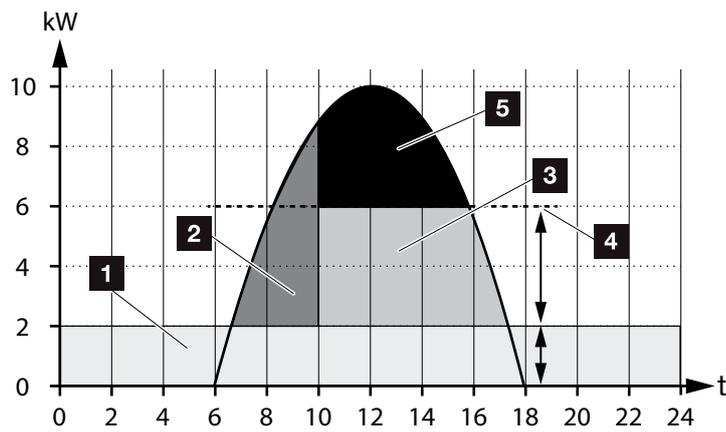

Fig. 56 : Régulation sans pilotage intelligent de la batterie
Comme l'indique la  **Fig. 56, pos. 4** , la production photovoltaïque reste non valorisée sans pilotage intelligent de la batterie en cas de fort ensoleillement du fait, par exemple, de la limitation à env. 50 % imposée par le règlement KfW.